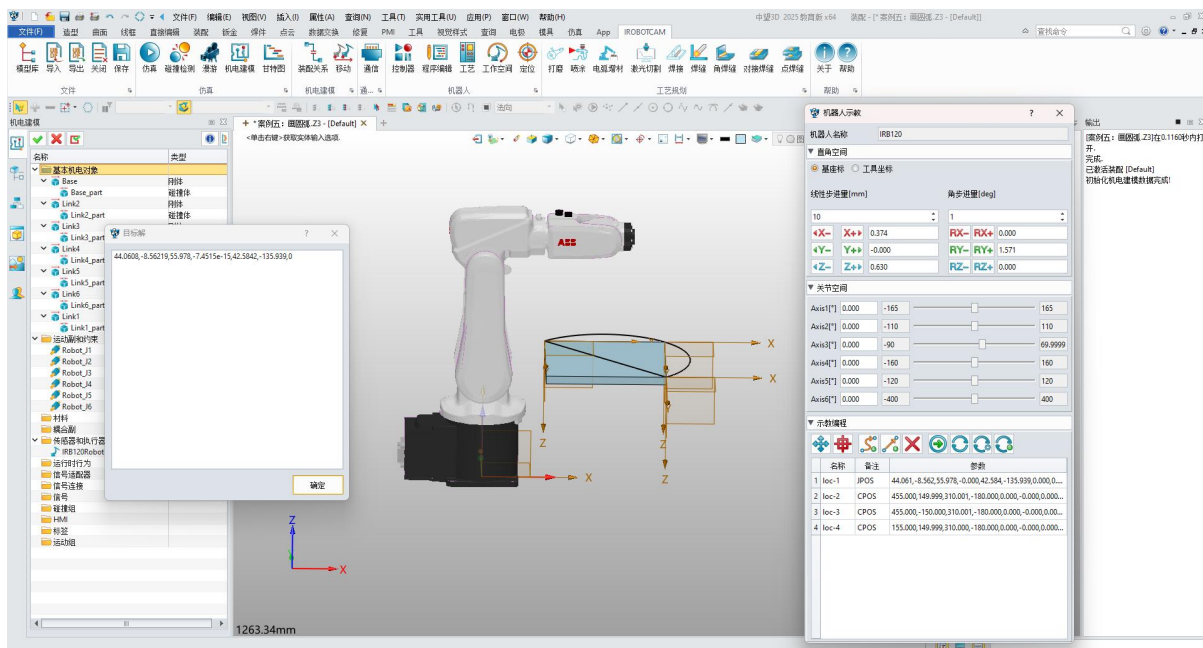

图 9-9: 回到 Home 点
- 回原点：单击 "回到 Home 点" 按钮将机器人回到零位姿位置。(图 9-9)